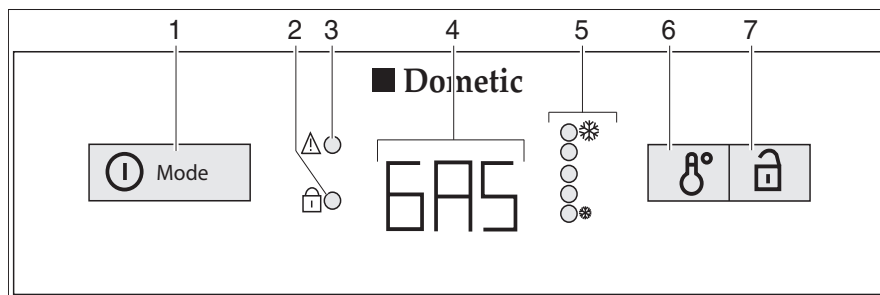

Fig. 202 Boutons de commande pour le réfrigérateur (Dometic Série 8 avec AES)
En cas de dysfonctionnement, l'indicateur DEL de dysfonctionnement "⚠" (Fig. 202,3) clignote.
Lorsque l'alimentation 230 V n'est **pas** branchée et le moteur du véhicule est à **l'arrêt**, le AES choisira automatiquement l'alimentation en gaz. Dès que le fonctionnement au gaz est activé, la veilleuse de sécurité s'ouvre automatiquement, de sorte que le gaz peut arriver au brûleur. En même temps, l'allumage électronique est connecté. Si la flamme s'éteint, p. ex. en raison d'un courant d'air, l'allumage s'active automatiquement et rallume le gaz. En cas de dysfonctionnement du régime au gaz, le texte "GAS" clignote dans le voyant de contrôle (Fig. 202,4).
Lorsque le réfrigérateur est mis en marche, il choisit automatiquement la température moyenne du thermostat. Ce réglage peut cependant être corrigé manuellement à l'aide d'interrupteur réglage de la température (Fig. 202,6). Les indicateurs DEL (Fig. 202,5) indiquent le réglage du thermostat sélectionné. La température de réfrigération de tous les trois types d'énergie est réglée par le même interrupteur. Il faudra attendre quelques heures jusqu'à ce que le réfrigérateur ait atteint sa température normale de réfrigération. Il garde toutefois son réglage de température lorsqu'on change d'un mode à un autre. La température de réfrigération est maintenue indépendamment du type d'énergie choisi.
- Appuyer sur le commutateur/sélecteur de source d'énergie (Fig. 202,1) pendant 2 secondes pour mettre l'appareil en marche. Le dernier mode de fonctionnement sélectionné est indiqué dans le voyant de contrôle (Fig. 202,4).
- Choisir le type d'énergie à l'aide du commutateur/sélecteur de source d'énergie (Fig. 202,1).
- Régler la température de refroidissement sur l'interrupteur de réglage de la température (Fig. 202,6). Les indicateurs DEL (Fig. 202,5) indiquent le réglage du thermostat sélectionné.
- Appuyer pendant 2 secondes sur le commutateur/sélecteur de source d'énergie (Fig. 202,1). Tous les indicateurs s'éteignent.